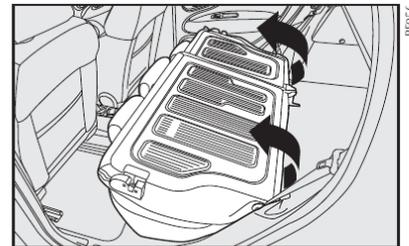

fig. 109
5) Rebater para a frente o encosto, passando os cintos pelos lados, até que este se apoie sobre o assento traseiro **fig. 109**.